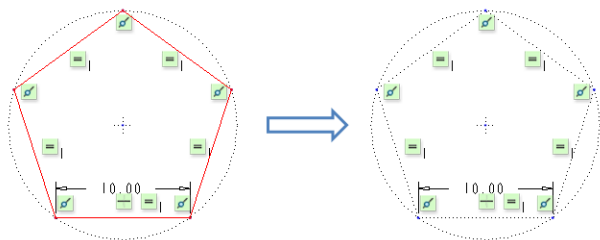

图 2-92 切换构造
③ 在“草绘器调色板”对话框中单击“关闭”按钮。确保(或修改)图形窗口中的正五边形的边长值为“10”。此时, 在功能区“草绘”选项卡的“检查”面板中取消选中“着色封闭环”按钮, “突出显示开放端”按钮和“重叠几何”按钮。
④ 按住〈Ctrl〉键的同时, 在图形窗口中选择该正五边形的 5 条边长, 接着在功能区的“草绘”选项卡中单击“操作”组溢出按钮, 并选择“切换构造”命令, 从而将这 5 条边转换为构造线, 如图 2-92 所示。